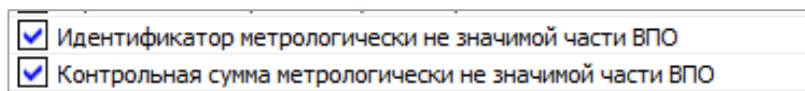

Рисунок 89 – Версия метрологически незначимой части
7.3.4 Идентификационные признаки метрологически незначимой части ВПО доступны как для чтения по интерфейсу в ТПО AdminTools (рисунок 89), так и для просмотра на ЖКИ.